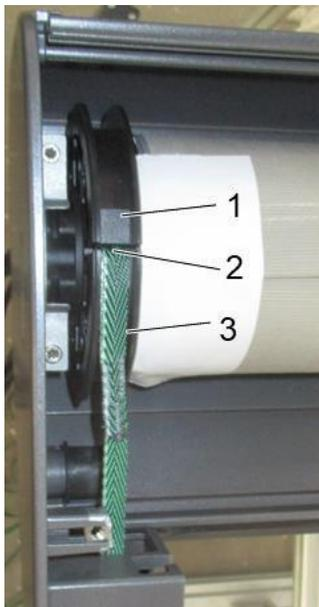

Abb. 17: Bandwickelscheibe, Zugband und Kederstück
3. ➤ Die Bänder (Abb. 17/3) von den Bandwickelscheiben (Abb. 17/1) abwickeln
Das Zugband ist mit einem Stück Keder (Abb. 17/2) in der Bandwickelscheibe befestigt. Dieses vorsichtig mit dem Band entnehmen und sicher aufbewahren.